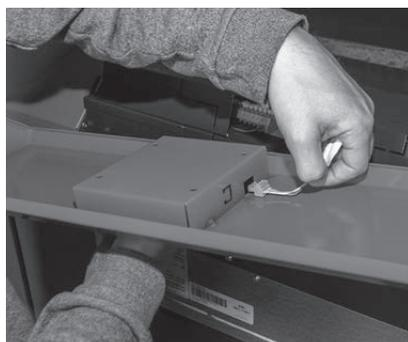

Fig. 94 Infilare il cavo di collegamento
- ▶ Infilare il cavo di collegamento di InfoWIN^{PLUS} nell'apertura del pannello di comando – Fig. 94.